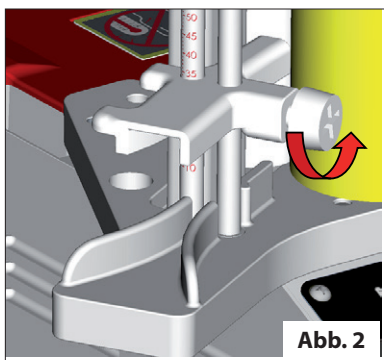

Abb. 2
- Schraube am Bandvorschubanschlag lösen (Abb. 2)